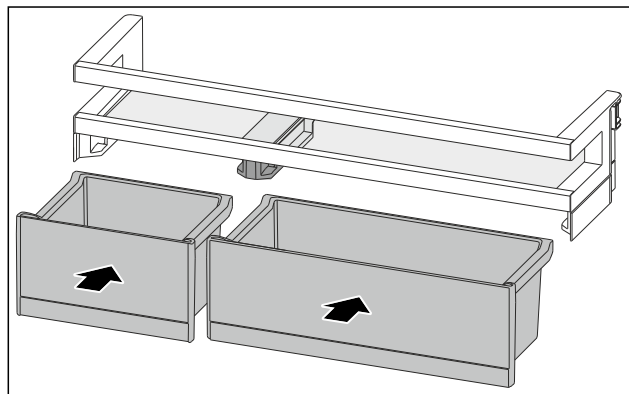

Fig. 115
- ▶ Coloque los VarioBoxes en disposición intercambiada. (consulte Fig. 115)